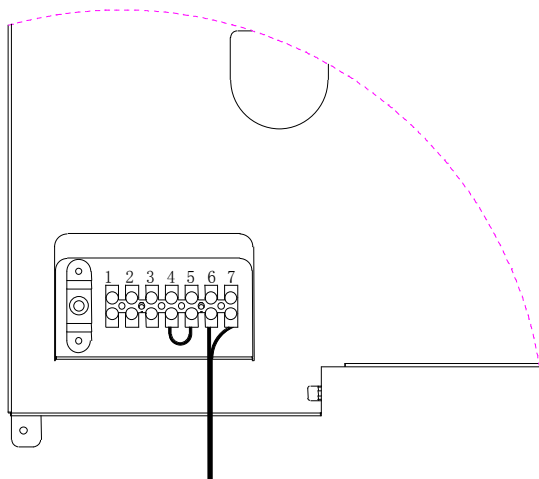

图 17-1
- 接入户外温度传感器线缆（图 17-1）
- 如下图 17-1 所示，OUTDOOR 对应的接线排（6 和 7 接口）即为户外温度传感器接入位置
- 接口 6、7：户外温度传感器（图 17-1）